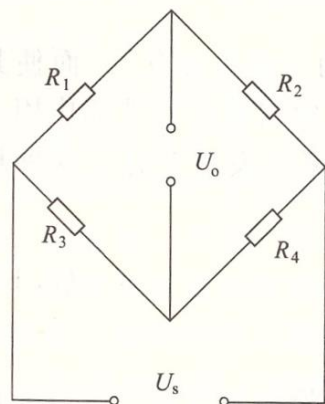

图 3.3 由应变片构成的电桥
①应变片电阻具有电阻温度系数；②弹性元件与应变片电阻两者的线胀系数不同，即使是在无外力作用的情况下，温度的变化也会引起应变片电阻值的改变。因此在测量中必须采取适当的补偿措施。通常的补偿方法如图 3.3 所示，电源电压 U_s ，采用桥式测量电路， R_1 为工作应变片， R_2 为补偿应变片，两个应变片安装在